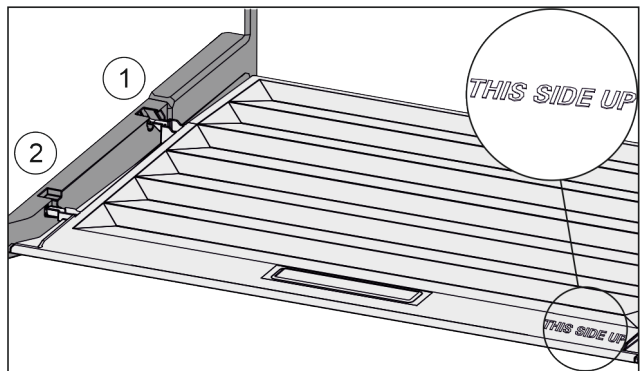

Fig. 162
- ▶ Вставити поперечні ребра через отвір заднього тримача Fig. 162 (1) і зафіксувати спереду у тримачі Fig. 162 (2).